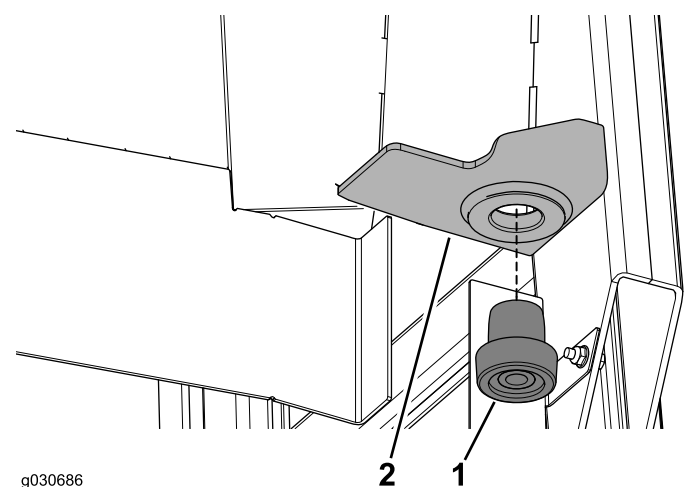

Рисунок 12
- 2. Запрессуйте резиновый изолятор в отверстие правого заднего крепления на раме кабины (Рисунок 12).